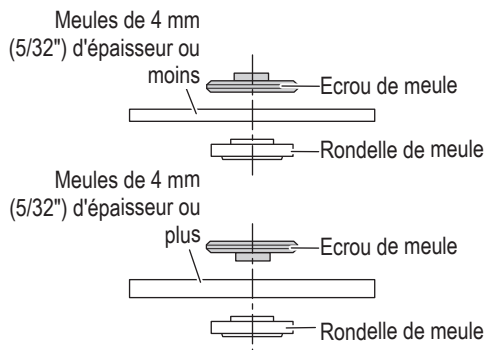

Fig. 20
- (1) Mettre la meuleuse à l'envers de façon que l'arbre soit dirigé vers le haut.
- (2) Aligner l'entaille de forme ovale de la rondelle de meule (E) avec l'encoche de l'arbre, puis les attacher.
- (3) Positionner la protubérance de la meule à tronçonner/diamantée sur la rondelle de la meule (E).
- (4) Visser l'écrou de meule sur l'arbre. Le sens de montage de l'écrou de meule varie en fonction de l'épaisseur de la meule. (Fig. 20)